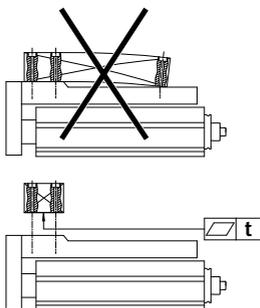

Fig. 5
- Используйте примыкающий элемент с ровной поверхностью. Отклонение плоскостности: $t = 0,01 \text{ мм}$ → Fig.5